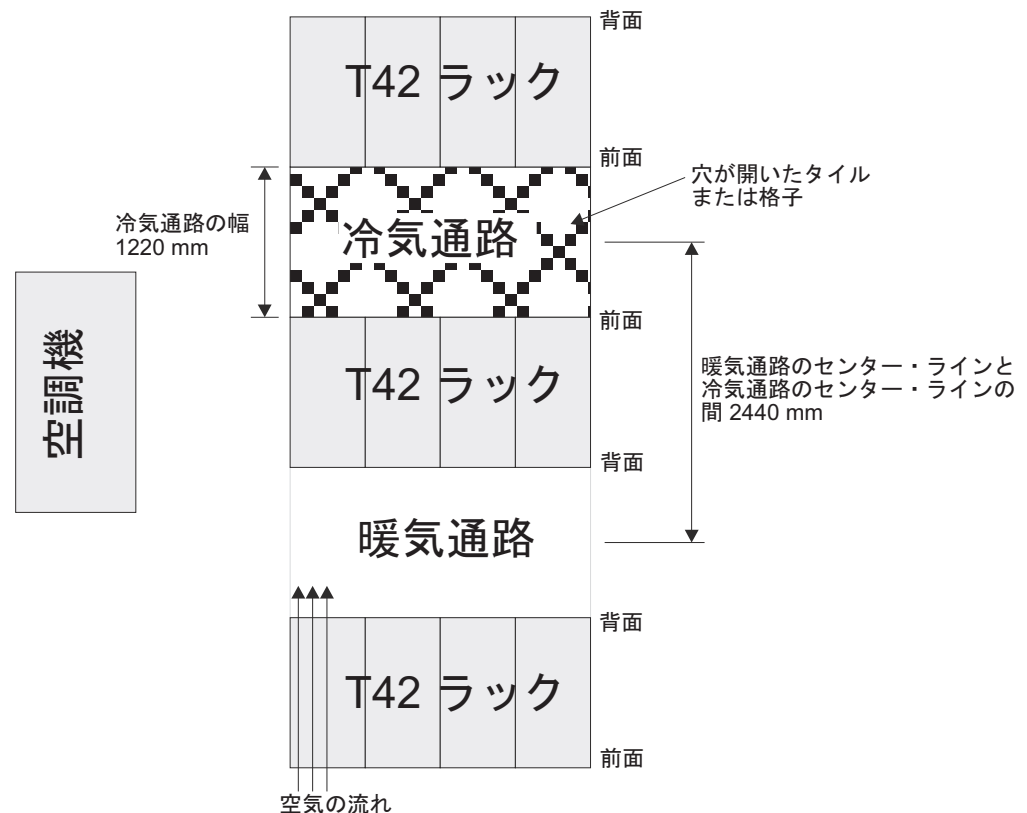

図 8. 冷気通路/暖気通路ラック構成の例
- 空気がラックの前面から入り、背面から出るようにします。ラックから出る空気が、別の装置のインテーク (空気取り入れ口) に入らないようにするために、ラックを、背面と背面および前面と前面を合わせるようにして交互の列に配置する必要があります。この配置方法は**冷氣通路**と**暖気通路**と呼ばれ、21 ページの図 8 にその図を示しました。